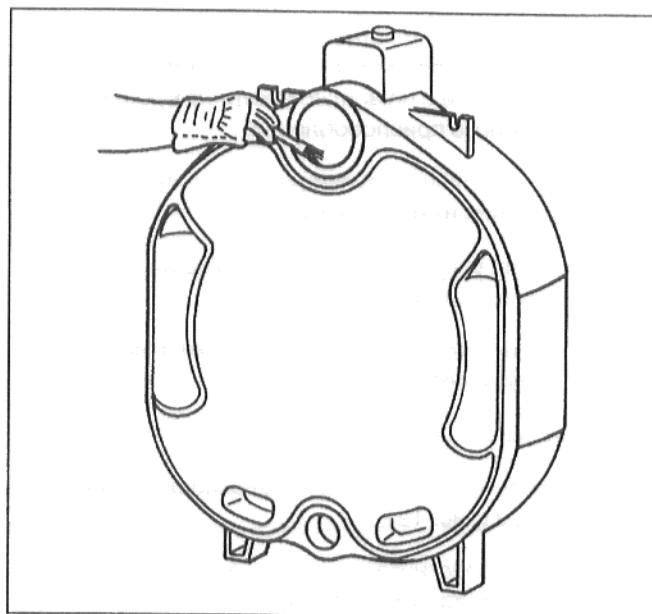

рис. 9
- Очистить уплотнительные поверхности ступиц ветошью, пропитанной бензином (рис. 9).
- Смазать уплотнительные поверхности ступиц суриком (рис. 9).